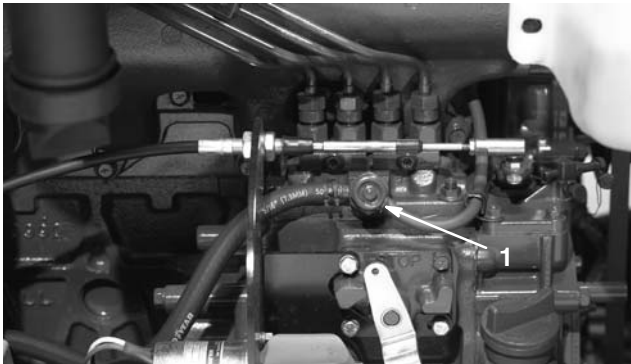

Bild 27
3. Öffnen Sie die Entlüftungsschraube an der Kraftstoffeinspritzpumpe (Bild 27).